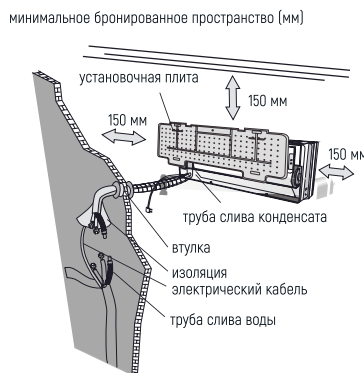

Рис. 5
9. Оставьте расстояние между прибором и стеной или потолком, как показано на рисунке (Рис. 5)